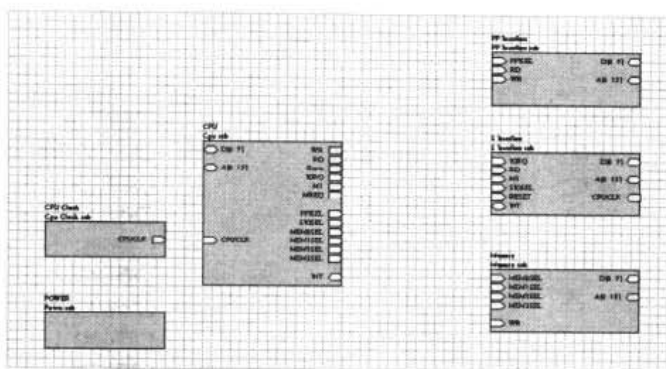

图 6-17 完成放置方块电路出入口的主电路图
- (12) 绘制其他方块电路图的电路出入口：重复上面（8）～（11）的步骤，即可绘制其他方块电路图的出入口，如图 6-17 所示。